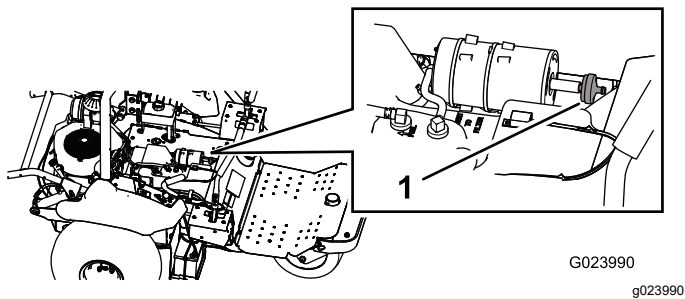

Figura 44
3. Desconecte el filtro del cartucho de carbón (Figura 44).